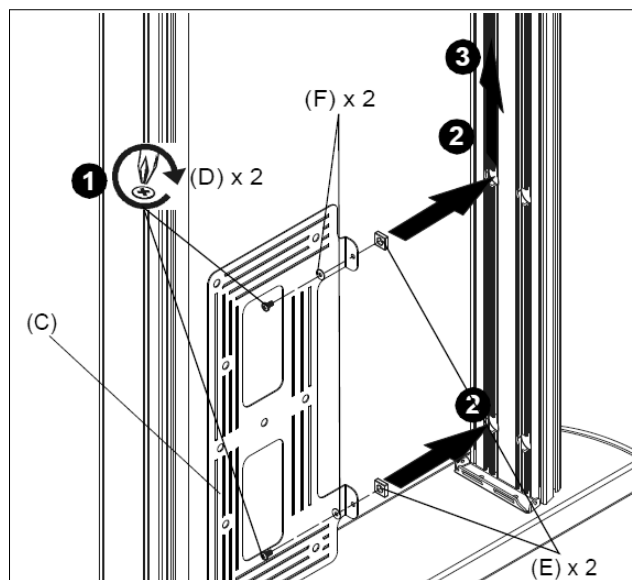

図 9
7. ラッチが「開」の位置になるように、インターフェイスラッチの上にラッチを置きます。（図9を参照）
8. ヘッドアセンブリにインターフェイスアップライト（B）を吊り下げます。（図9を参照）
(図 9 を参照)
2. カラムチャンネルの 2 つの開口部に 2 個の # 10-24 スクエアナット (E) を差し込みます。(図 9 を参照)
3. コンポーネントブラケット (C) を目的の取り付け位置に持ち上げます。